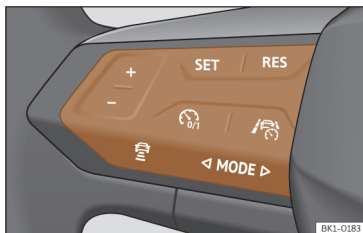

Fig. 110 Sul volante multifunzione: tasti per gestire l'ACC.
- Premere il tasto del volante multifunzione >>> **fig. 110**.
- Per avviare la regolazione, premere il tasto **SET** >>> **fig. 110**.
Per programmare la velocità premere i tasti + o - >>> **fig. 110** fino alla velocità desiderata. La velocità viene regolata secondo intervalli di 10 km/h (5 mph).
- Premere il tasto , quindi il tasto + o - >>> **fig. 110**.
- Premere brevemente il tasto >>> **fig. 110** o premere il pedale del freno.